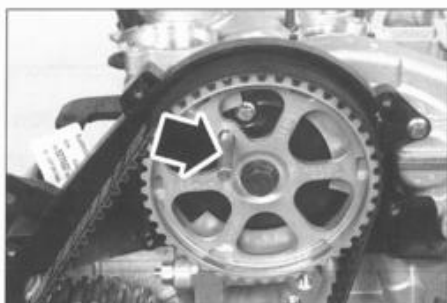
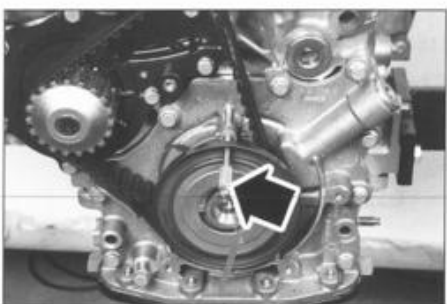

FIG. 9
FIG. 10
- Calar la rueda dentada de eje de levas con un útil apropiado o el útil Ford 303-735 \varnothing 8 mm (fig. 9).
- Calar la rueda dentada de cigüeñal con un útil apropiado o el útil Ford 303-732 \varnothing 5 mm (fig. 10).
- Desmontar los pasadores (fig. 9) y (fig. 10).
• Montar los pasadores (fig. 9) y (fig. 10).
• Desmontar los pasadores (fig. 9) y (fig. 10).